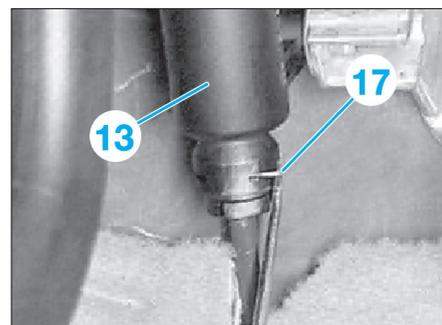

Fig. 17
- Retirer l'agrafe (17) avec un tournevis (Fig.17).
- Remplacer l'agrafe de sécurité (17) (Fig.17). Elle doit être emboîtée avec ses deux branches dans la gorge de l'axe.